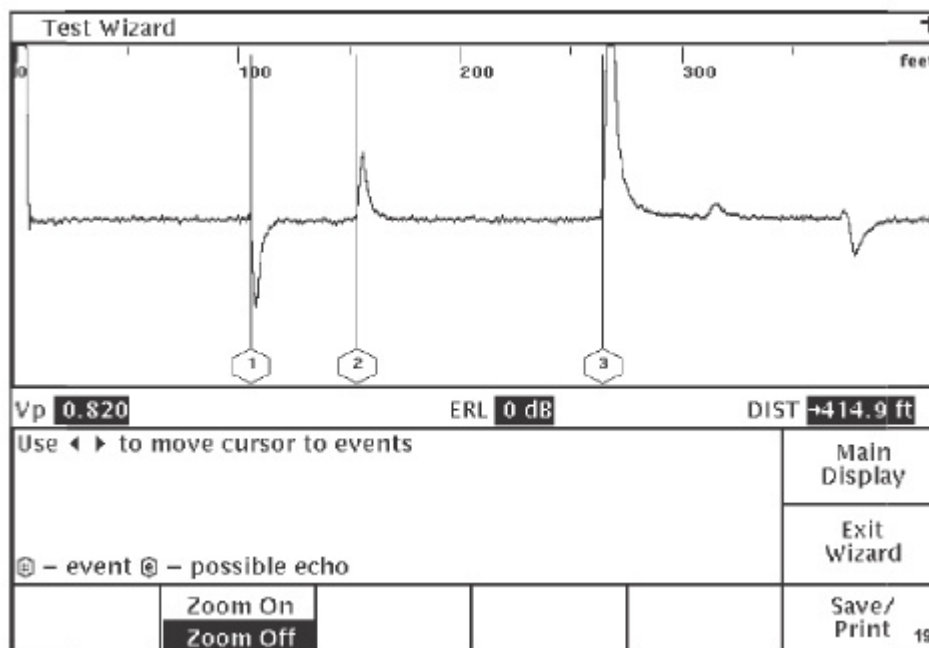

Рис. 4-4. Экран измерений системы TestWizard
7. После выбора уровня анализа нажмите кнопку **Next** (далее) для перехода к экрану "TestWizard Measurement" (экран измерений) (переход может занять от 10 до 30 секунд) (рис. 4-4).